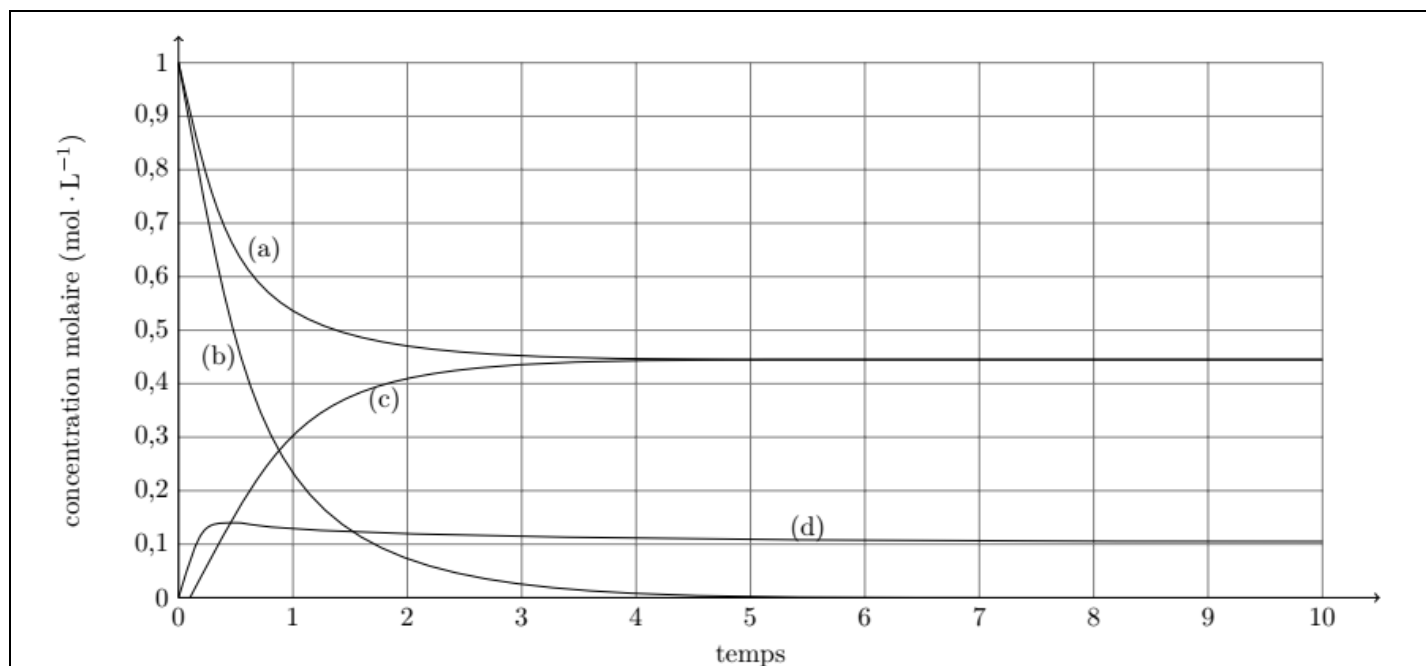
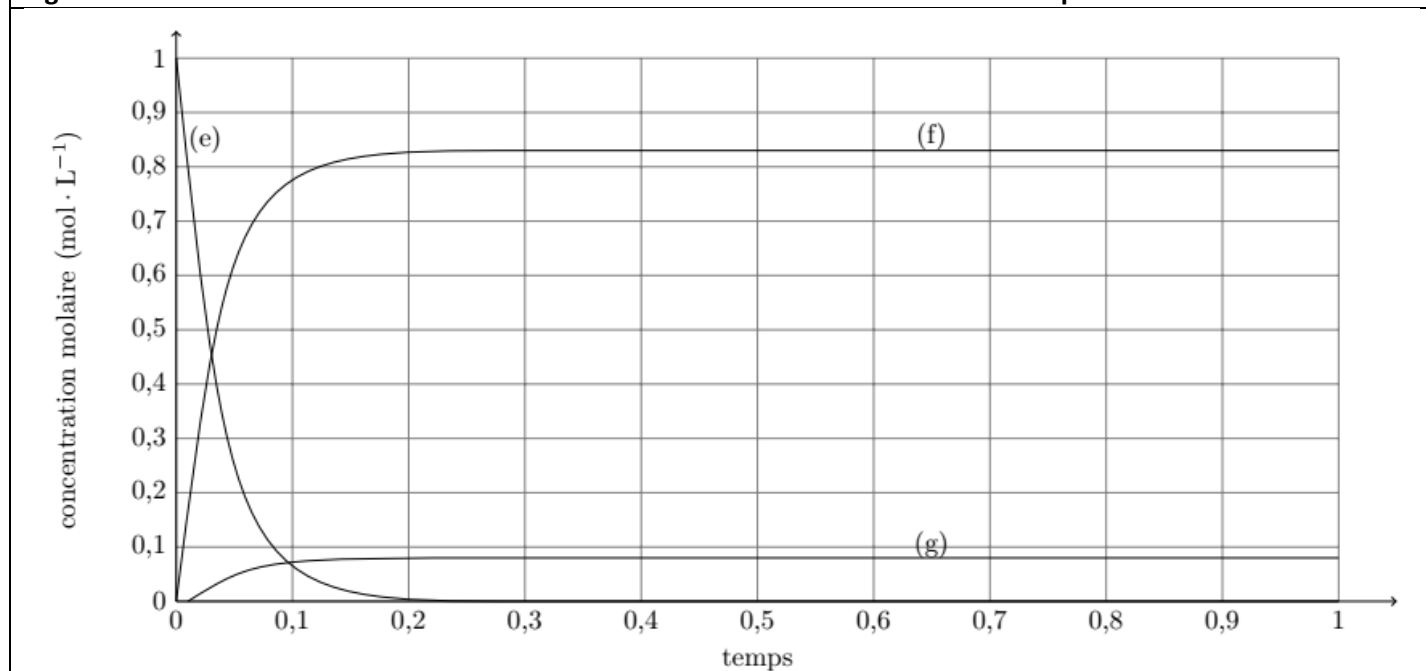

Figure 5. Evolution des concentrations des différents constituants en fonction du temps.
Figure 6. Evolution des concentrations des différents constituants en fonction du temps avec un rapport 25/1.
28) Dresser un tableau d'avancement de chacune des réactions dans lesquels on fera apparaître de manière claire les quantités de matières en chacun des constituants (réactifs et produits des réactions) en fonction des avancements ξ_1 et ξ_2 à l'instant t et des quantités de matières initiales des réactifs. En considérant que les réactions sont successives ((1) puis (2)), donner alors la quantité de matières de glycol en fonction de ξ_1 et ξ_2 à l'instant t .
29) Donner l'expression de la vitesse volumique de la réaction (1) de deux manières différentes en fonction de k_1 , V , ξ_1 et ξ_2 et leurs dérivées. Faire de même pour la vitesse volumique de la réaction (2) en fonction de k_2 , V , ξ_1 et ξ_2 et leurs dérivées.
31) La résolution de ce système n'étant pas envisageable ici, la Figure 5 donne les courbes traduisant l'évolution des concentrations des différents composés intervenant dans les réactions (1) et (2) au cours du temps. Identifier chacune des courbes (a) à (d) en justifiant. Quelle conclusion peut-on en tirer quant à la synthèse industrielle du glycol ?
32) Pour remédier à ce problème, dans l'industrie, l'eau et le glycol sont introduits dans un rapport 25/1 dans les mêmes conditions de température et de pression. Quel est le facteur cinétique qui intervient ici ? Quelle conséquence cela a-t-il sur les réactions (1) et (2) ?
33) Les courbes représentant l'évolution au cours du temps des concentrations molaires des composés O , E et D dans ces nouvelles conditions sont données Figure 6 où la courbe de l'eau mise en large excès, n'est pas représentée afin de rendre le graphe lisible. Identifier les courbes (e), (f) et (g) en justifiant. En déduire le rapport des concentrations molaires des espèces E et D , $[E]/[D]$, au temps t infini. Quelle conclusion peut-on en tirer quant à la synthèse industrielle du glycol ?